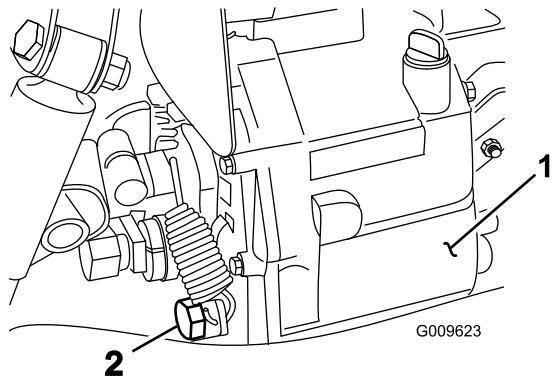

Figure 63
- Enlevez le bouchon de vidange sur le côté du réservoir et faites couler le liquide hydraulique dans un bac de vidange (Figure 63).